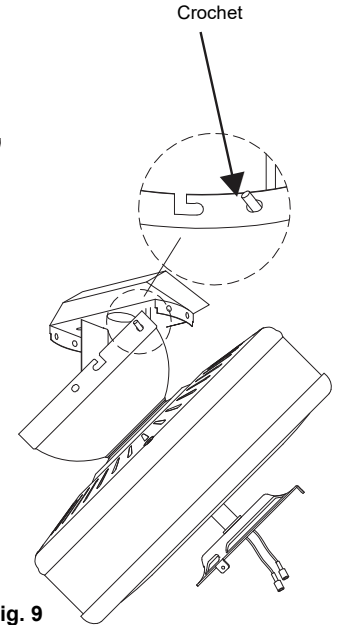

Fig. 9
Étape 6. Suspendez le ventilateur sur le crochet du support de suspension. Assurez-vous que le cache est bien verrouillé dans le crochet (**voir la Fig. 9**). Vous pourrez ensuite effectuer les connexions électriques.